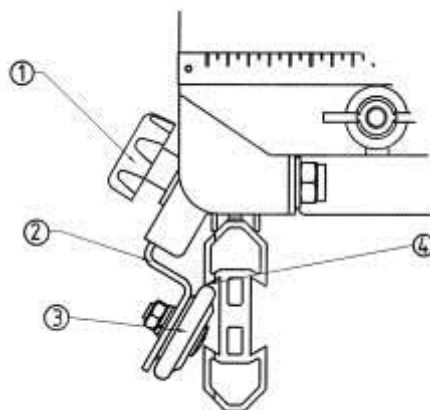

Fig 3 : Desserrage de l'anti-bascule
- Pour libérer le chariot de la machine, desserrez l'écrou papillon (1 sur fig1) et remettez la pièce de blocage le long de la règle puis resserrez l'écrou papillon. Desserrez le bouton (1 sur fig3) de chaque côté du chariot, puis faites glisser les 2 pattes (2) dans leur position la plus basse. Vous pouvez alors retirer le chariot.